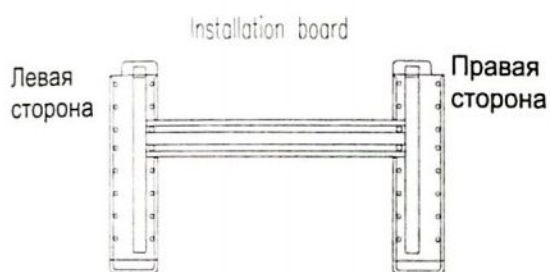

Рис. 4
- Рис. 4 показывает просверленные отверстия. Отверстие диаметром 80 мм, должно быть в слегка наклонном вперед (наружу) положении.